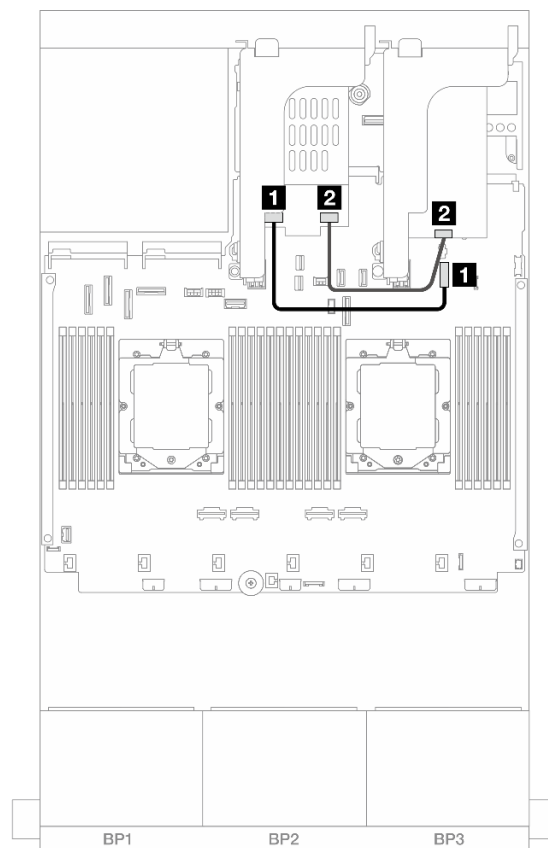

Figura 309. Instradamento dei cavi RAID
- Figura 309 "Instradamento dei cavi RAID" a pagina 320